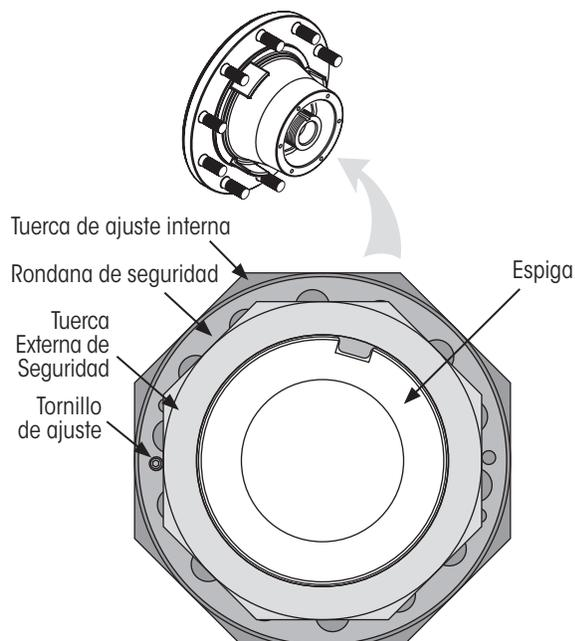
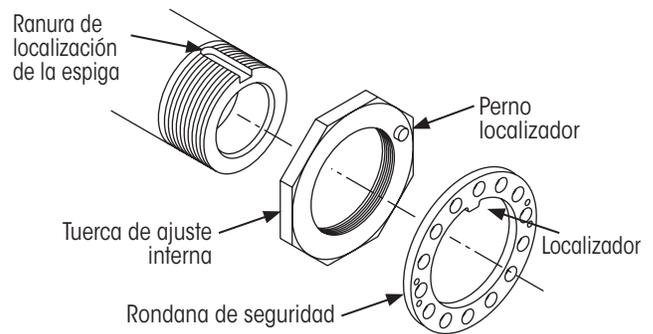
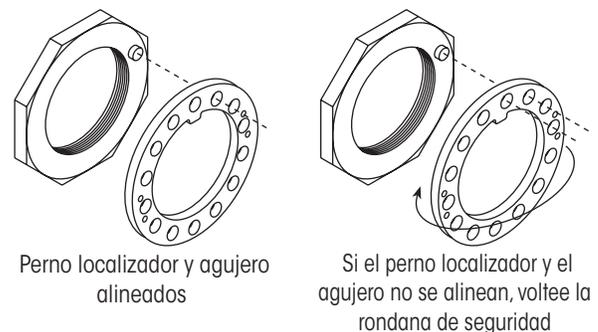

Figura 15: Componentes de sistema de tuerca de tres piezas
Figura 16: Instalación de tuerca de ajuste y rondana de seguridad
Figura 17: Alinee el perno localizador de la tuerca de ajuste con el agujero de la rondana de seguridad
El sistema de tuerca de espiga de tres piezas (Figura 15 en página 15) incluye una tuerca de ajuste interna, rondana de seguridad, tuerca de seguridad interna y tornillo de ajuste.
1. Instale la tuerca interna de ajuste (Figura 16) en la espiga, con el perno localizador hacia afuera y apriete a 200 ft.lbs. (271 Nm) de torque mientras rota la maza.
6. Instale la rondana de seguridad (Figura 16). Asegúrese de que el localizador de la rondana de seguridad entre en la ranura de localización de la espiga y el perno localizador de la tuerca interna entre en uno de los agujeros de la rondana de seguridad. Si no puede lograr la alineación, remueva la rondana de seguridad, rófela y reinstálela en la espiga (Figura 17).
8. **Instale** la tuerca externa de seguridad (Figura 15).
- i. **Remueva** la tuerca de seguridad externa (Figura 15).
**NOTA:** **Sí se desea un incremento de apriete pequeño**, retire la rondana de seguridad de la espiga, volteeela, reinstalela en la espiga y apriete la tuerca interna para que su perno localizador se alinee con el siguiente agujero de alineación en la rondana de seguridad (Figura 17).
**NOTA:** **Sí se desea un incremento de juego pequeño**, retire la rondana de seguridad de la espiga, volteeela, reinstalela en la espiga y afije la tuerca interna para que su perno localizador se alinee con el agujero anterior de alineación en la rondana de seguridad (Figura 17).
- A. Tuerca de **3 piezas** - **instale** el tornillo de ajuste (Figura 1 en página 5) en un agujero roscado accesible en la rondana de seguridad (Figura 15). El tornillo de ajuste debe entrar en contacto con la tuerca de ajuste interna. Apriete a 18±2 in. lbs. (2.0±0.0 Nm) de torque.
1. **Asegúrese** de que la rondana de seguridad esté colocada adecuadamente y al ras con el perno localizador de la tuerca interna (Figura 15 y Figura 17).